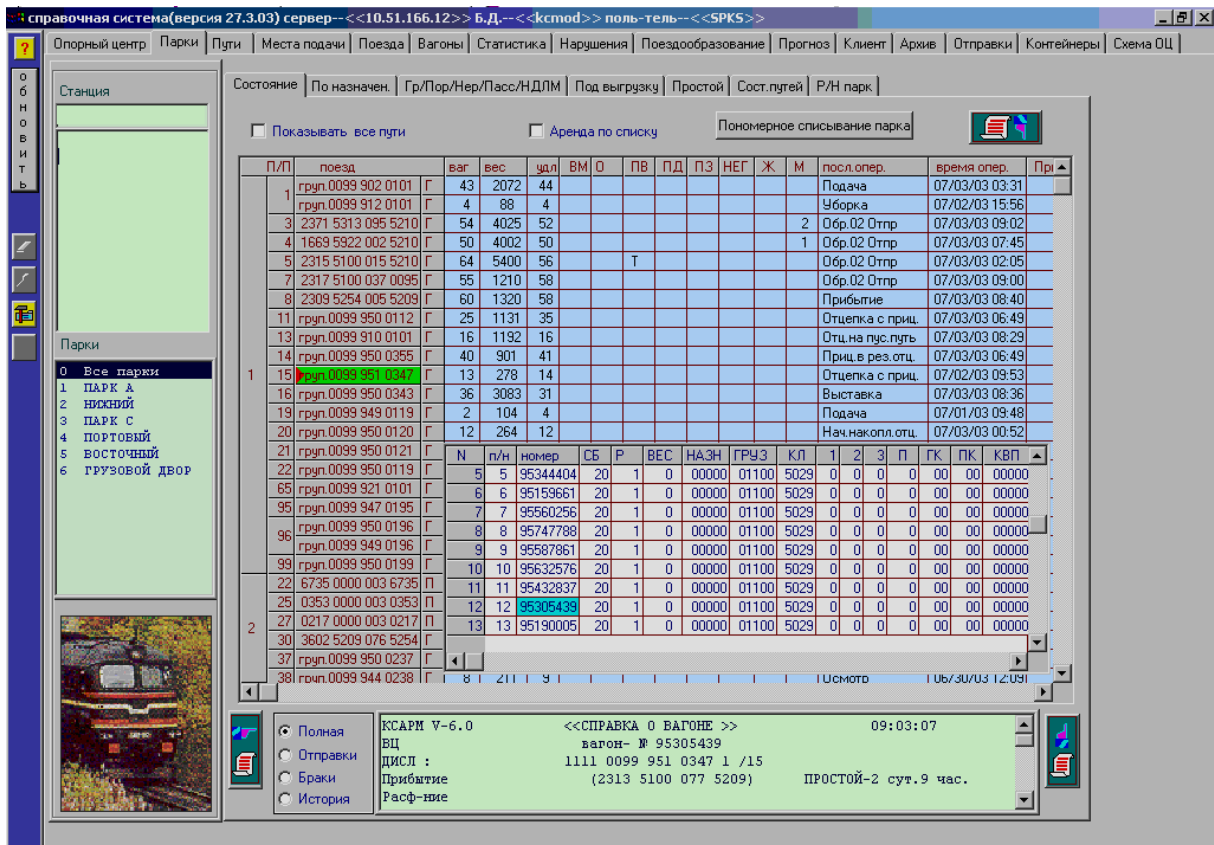

Рисунок 6. Справочная система
в) *Кнопка «Справочная система»* - интерактивно связывается с информационно-справочной системой (рис.6), позволяющей просматривать и выводить на печать текущие, архивные, статистические,
**Кнопка «Справочная система»** осуществляет интерактивное подключение к информационно-справочной системе (рис.6).